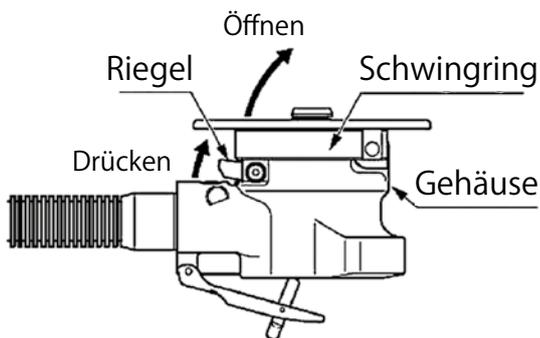

Abb. 6
(2) Austauschen der Wendeschneidplatten
- a. Durch Drücken auf die Verriegelung wird der Schwingring entriegelt und öffnet sich in Pfeilrichtung. (Abb. 6)